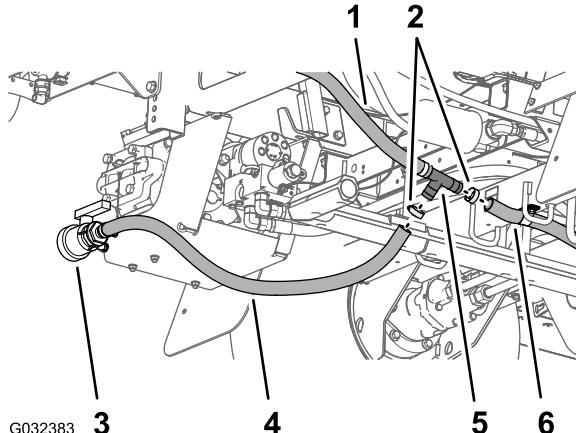
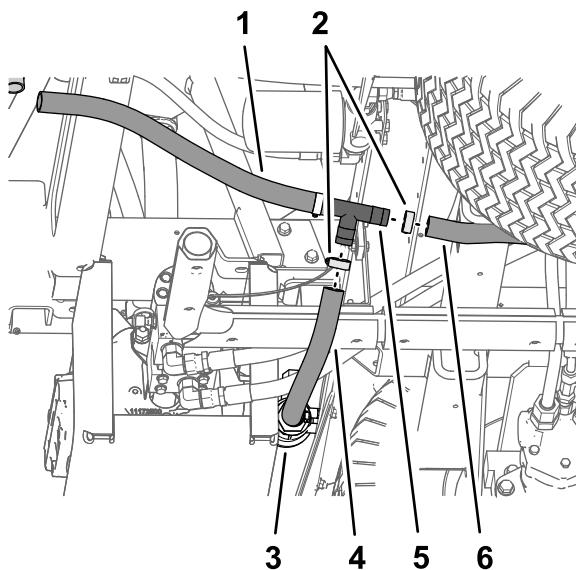

図 42
図 43
4. ドレンバルブのホースとタンク後部ドレンホースをバーブ付きT字フィットティングに固定しているホースクランプを外す図42と図43。
5. 後タンクドレンホースからのドレンバルブのホースから、T字フィットティングを外す図42と図43。